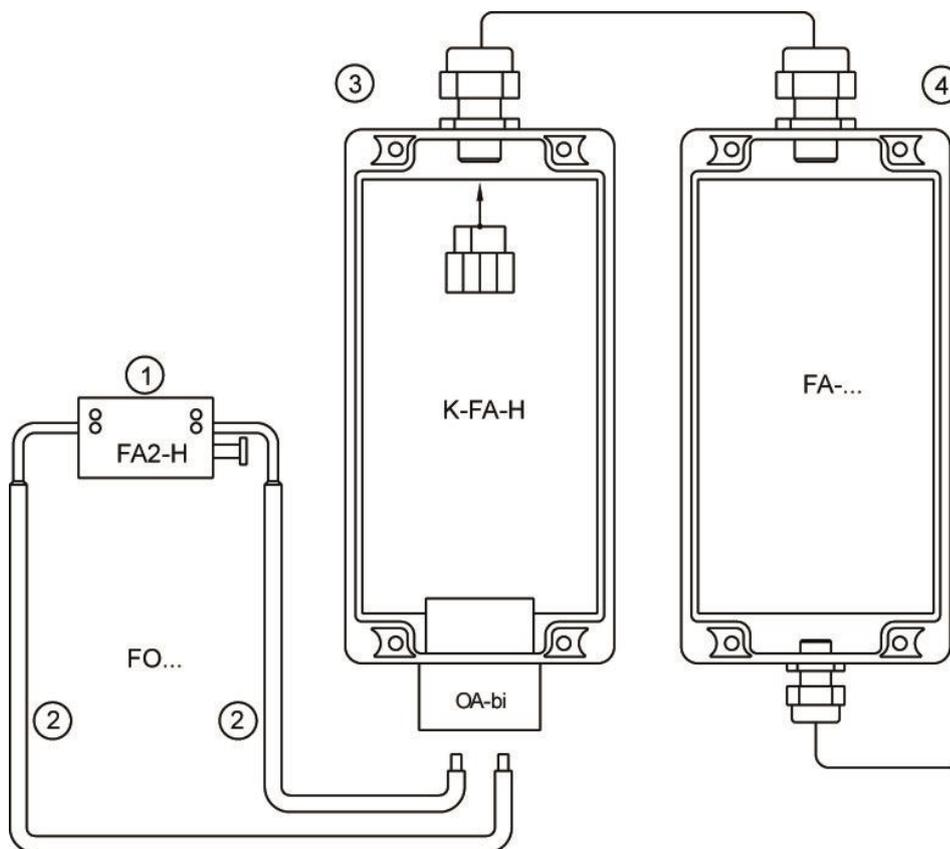

Abbildung 1 Komplette Durchflussüberwachungseinheit
- Zuerst die 2 Lichtleiterenden entsprechend der Kennzeichnungen (1 und 2) mit ihren metallischen Einschraubenden in den Anschlussadapter **OA-bi** (Abb. 1), der sich in
Richtige Gerätekonstellation überprüfen (Abb. 1).